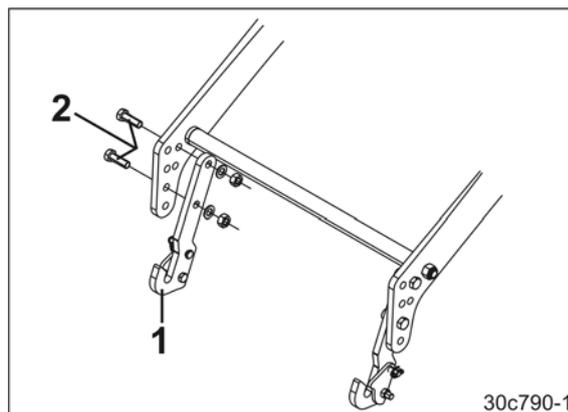

Fig. 34
1. Vissez chaque crochet de bras inférieur (Fig. 34/1) avec deux vis (Fig. 34/2).
Vissez les crochets de bras inférieur (Fig. 34/1) de telle sorte que le semoir